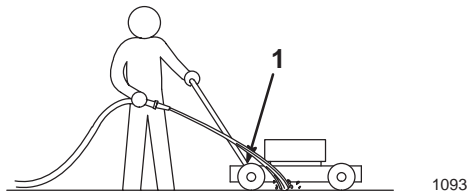

Figure 12
3. Tenez le tuyau d'arrosage à hauteur du mancheron et dirigez le jet d'eau vers le sol, juste devant la roue arrière droite (Fig. 12).